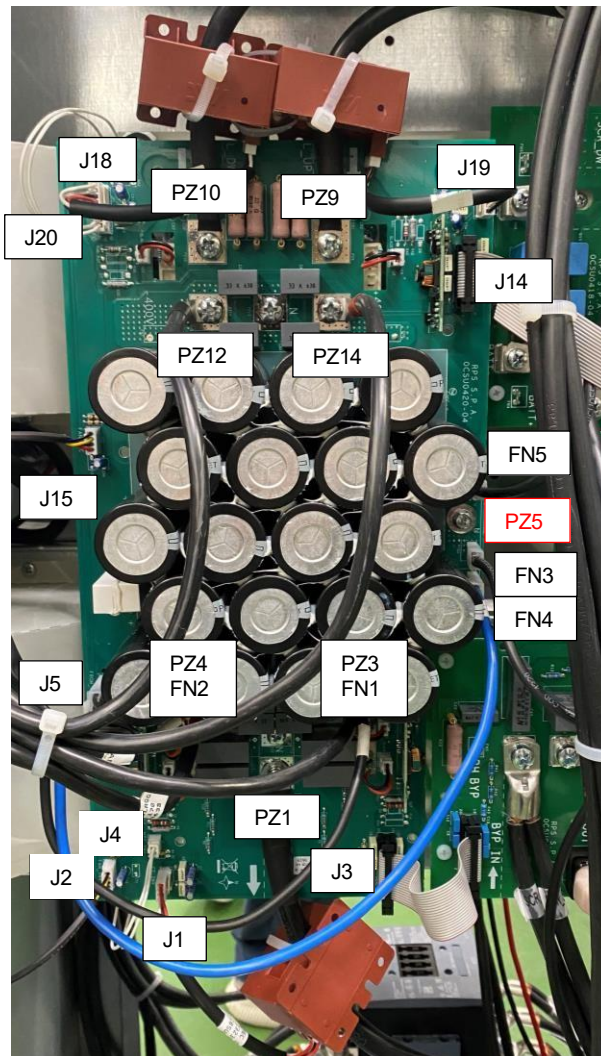

Fig. 74
- 4) Fix the neutral bar to the board with n.1 screw and n.1 washer (PZ5 - Refer to Fig. 74).